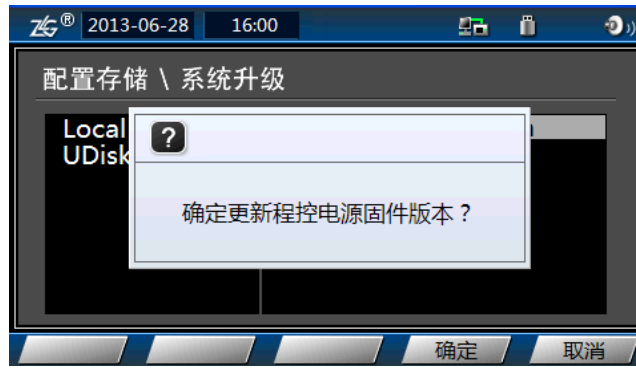

图 6.25 更新程控电源固件版本
⑤ 在图 6.24 中按下“系统升级”按键后，弹出如图 6.25 所示的“确定更新程控电源固件版本？”对话框，用户在菜单里点确定。